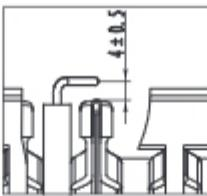

Рис.10
- Снимите крышку корпуса уплотнения, проверьте, расстояние между воспламенителем и горелки если расстояние между воспламенителем и горелки больше чем нормы, отрегулировать ее до $4 \pm 0,5$ мм, а Рис.10.